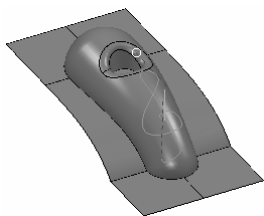

图 2-215 生成的刀具路径
8) 在“镶嵌参考线精加工”对话框中单击“计算”按钮和“接受”按钮, 确定参数并退出对话框, 生成的刀具路径如图 2-215 所示。